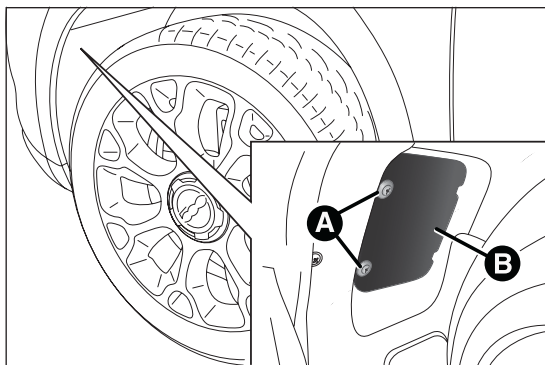

fig. 162
- ☐ svitare le viti A fig. 162 e rimuovere lo sportello B;